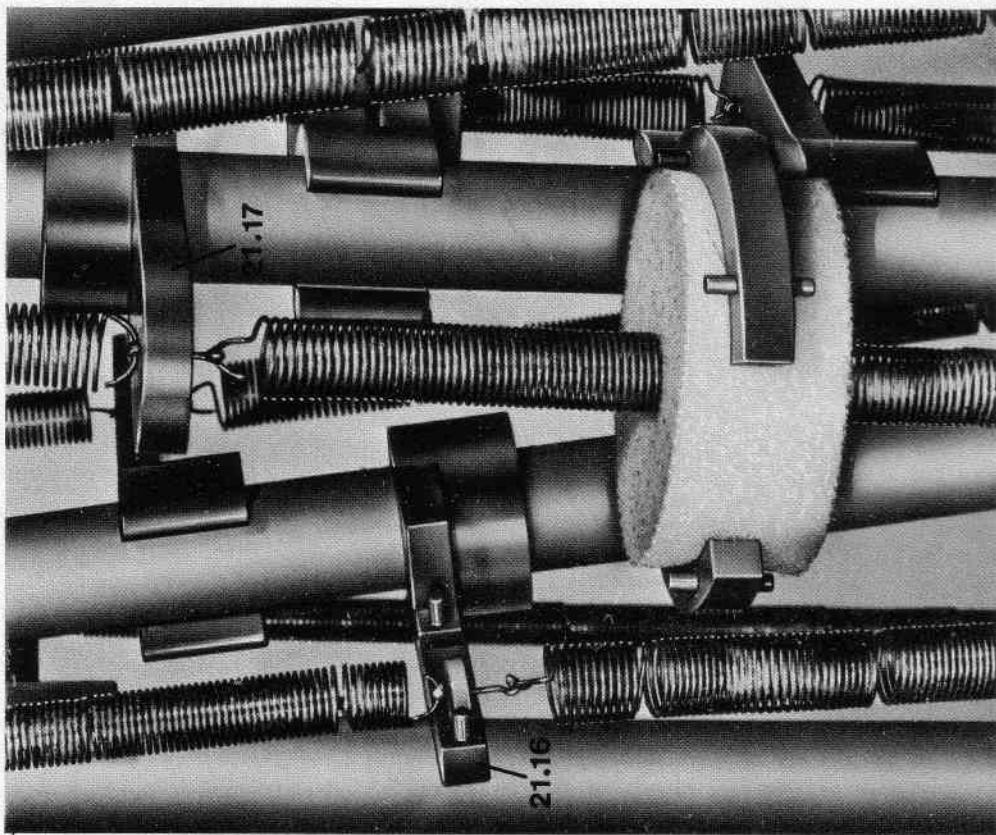

Abb.8
- 8.1.3 daß die Federn nicht an den Halterungen anliegen (siehe Abb. 8)
- 8.1.3 the springs should not touch the supports (see fig. 8).